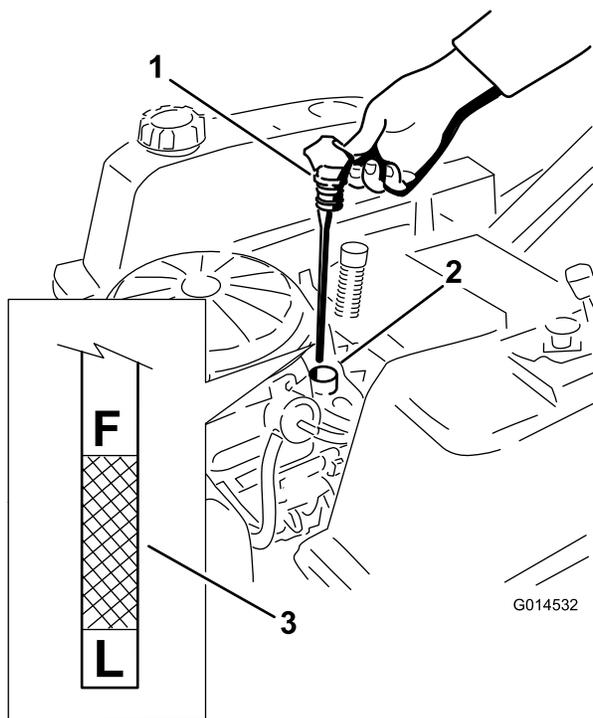

Bild 30
4. Ziehen Sie den Fülldeckel bzw. den Peilstab heraus und wischen Sie das Öl ab. Setzen Sie den Peilstab wieder ein und drücken Sie ihn richtig rein (Bild 30).
5. Nehmen Sie den Peilstab heraus und prüfen Sie den Ölstand (Bild 30).
7. Drehen Sie das Ablassventil um eine Vierteldrehung nach links, um es zu öffnen, damit das Öl ablaufen kann (Bild 32). Nehmen Sie den Öleinfüllstuzendeckel/Peilstab ab (Bild 30).
14. Gießen Sie ca. 80 % der angegebenen Ölmenge langsam in den Einfüllstutzen (Bild 30).
15. Stecken Sie den Ölfülldeckel und Peilstab wieder fest ein (Bild 30).
16. Prüfen Sie den Ölstand (Bild 30); siehe Prüfen des Ölstands“.
18. Stecken Sie den Ölfülldeckel und Peilstab wieder fest ein (Bild 30).